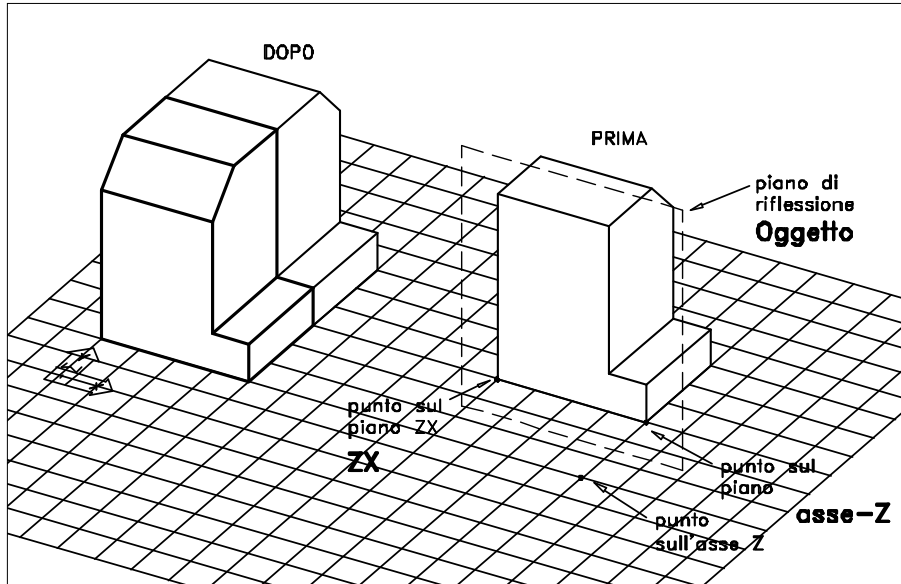

Figura 5.7 - Visualizzazione di 3 opzioni per la copia speculare dello stesso solido: le opzioni sono *Oggetto*, *asseZ* e piano ZX.
-Oggetto. Selezionando un oggetto 2D il piano speculare coincide con il piano sul quale giace l'oggetto. Se si seleziona un arco o un cerchio, il piano è quello nel quale giacciono, se si seleziona una polilinea il piano è quello dell'UCS al momento della creazione. Non è possibile selezionare un solido o un oggetto 3D ma solo oggetti 2D. Nella Figura 5.7 è stato selezionato come *Oggetto* il rettangolo di costruzione che visualizza il piano di riflessione.
- **AsseZ.** Con questa opzione, il piano di specularità è il piano XY perpendicolare al vettore Z che viene specificato. Nella Figura 5.7 la modalità asseZ, in basso a destra, richiede la specifica di un punto sul *piano speculare* e quindi un punto sull'*asse Z*.
- **XY/YZ/ZX.** Con queste opzioni viene posizionato un piano di riflessione parallelo al piano XY, YZ o ZX dell'UCS corrente. Nella Figura 5.7, data la posizione dell'UCS corrente, è possibile scegliere l'opzione **ZX** e indicare come punto di passaggio del piano il punto sulla faccia del solido, come indicato nel disegno.